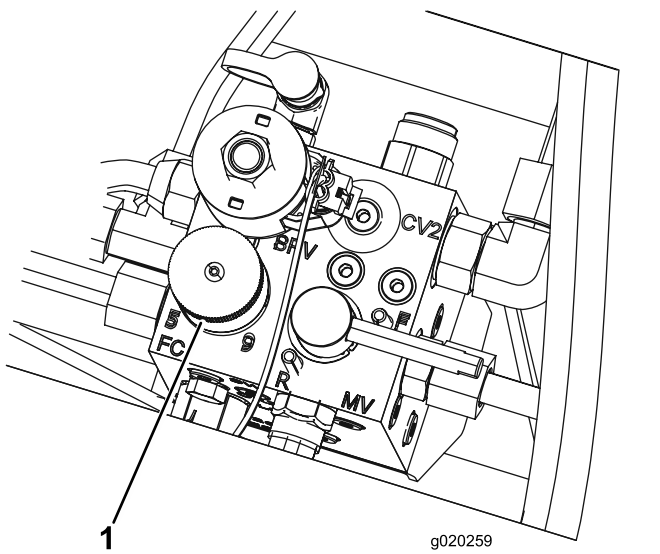

图 32
4. 要设置滚刀的速度请旋转旋钮 **图 32** 直至指示器箭头与表示所需设置的数字对齐为止。